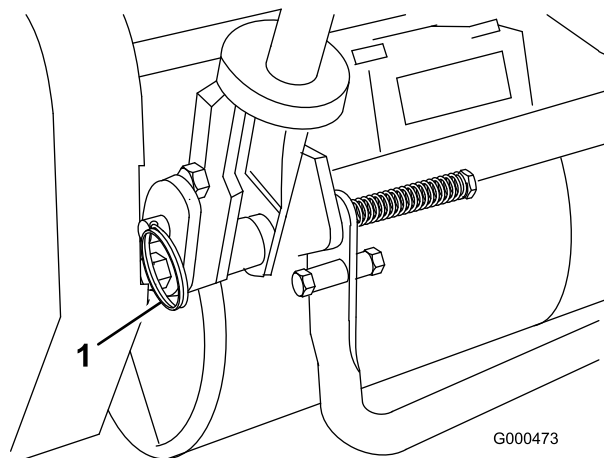

Figura 12
1. Retire las chavetas de los pasadores de anilla en cada lado del cortacésped (Figura 12).
2. Sujetando el manillar, retire los pasadores de anilla de cada lado y suba o baje el manillar a la posición de operación deseada (Figura 12).